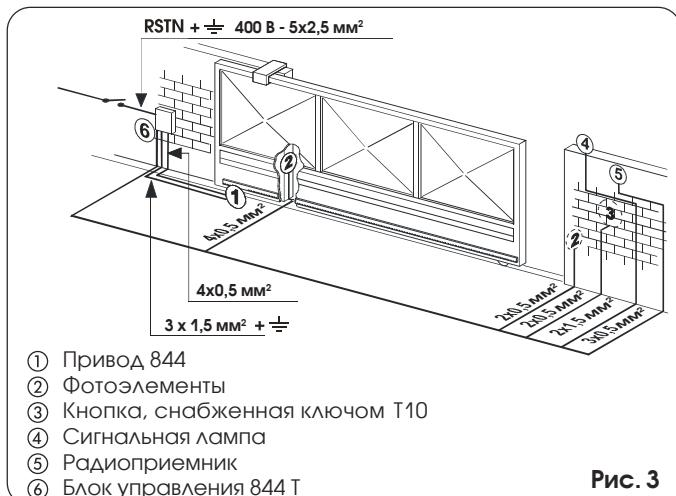

Рис. 3
- 4) Проложите электрические кабели для подключения вспомогательных устройств и источника электропитания, как показано на рис. 3. Для облегчения выполнения соединений концы кабелей должны выступать из отверстий в опорной плате на расстояние около 40 см (рис. 5-6, поз. ①).